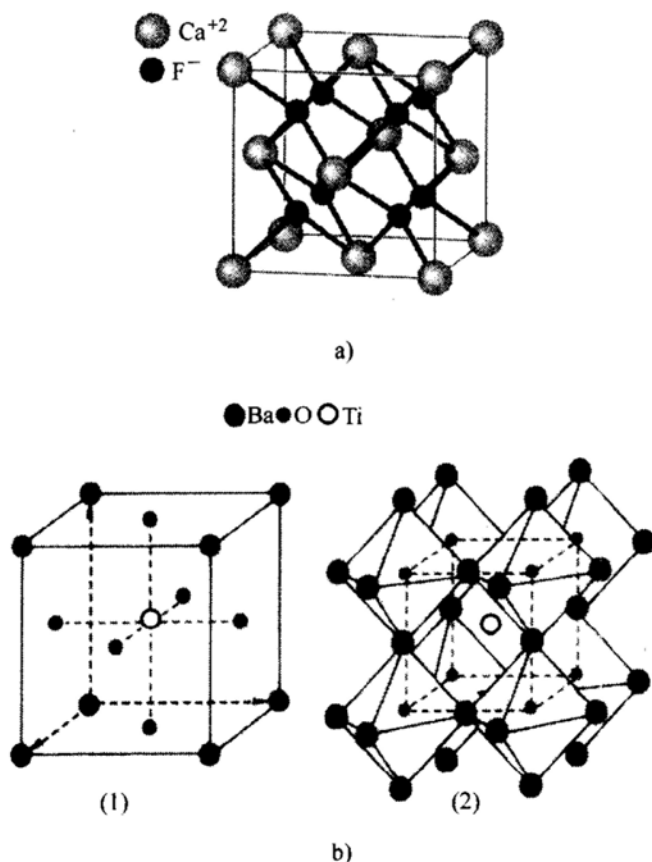

图 5-5 第二题第 2 小题解答图
①负离子配位多面体规则: 在正离子周围形成一负离子配位多面体, 正负离子之间的距离取决于离子半径之和, 而配位数则取决于正负离子半径之比。
②电价规则: 在形成一个离子键时, 正离子给出的价电子数等于负离子得到的价电子数。
③配位多面体连接规则: 配位多面体倾向于共顶连接, 其次是共棱、共面连接。正离子的电价越高, 配位数越低, 则该效应越明显。
④在含有一种以上的正离子的晶体中, 电价大、配位数小的正离子周围的负离子配位多面体力图共顶连接。
⑤晶体中配位多面体的类型少图最少。
2. 见图 5-5。